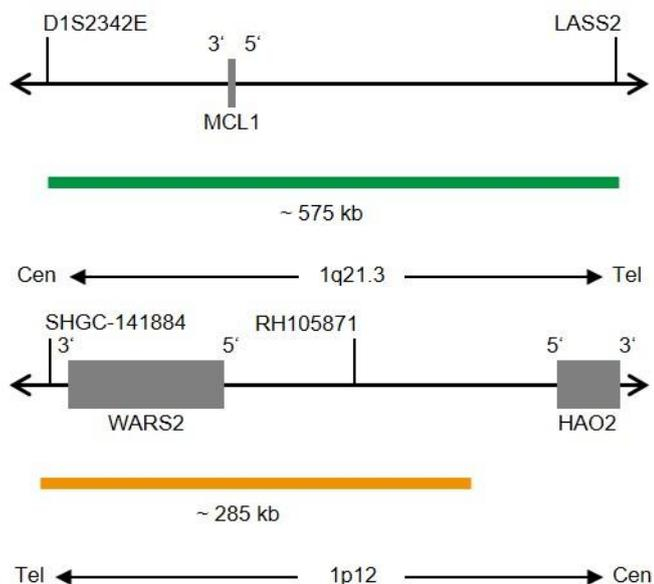

Fig. 1: In alto: Mappa della sonda SPEC MCL1; In basso: Mappa della sonda SPEC 1p12 (non in scala)
- Polinucleotidi (~10.0 ng/μl) marcati con fluorocromo ZyGreen (eccitazione 503 nm/emissione 528), le cui sequenze target mappano in 1q21.3* (chr1:150,363,209-150,940,432) in cui è localizzato il gene MCL1 (vedere Fig. 1).
- Polinucleotidi (~4.5 ng/μl) marcati con fluorocromo ZyOrange (eccitazione 547 nm/emissione 572 nm), le cui sequenze target mappano in 1p12* (chr1:119,537,102-119,823,147) (vedere Fig. 1).